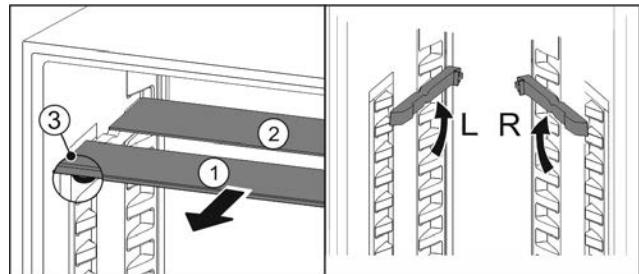

Fig. 25
- По одной извлеките Fig. 25 (1) стеклянные панели движением вперед.
- Стеклянная панель Fig. 25 (1) с декоративной планкой лежит спереди.
- Стопоры Fig. 25 (3) показывают вниз.